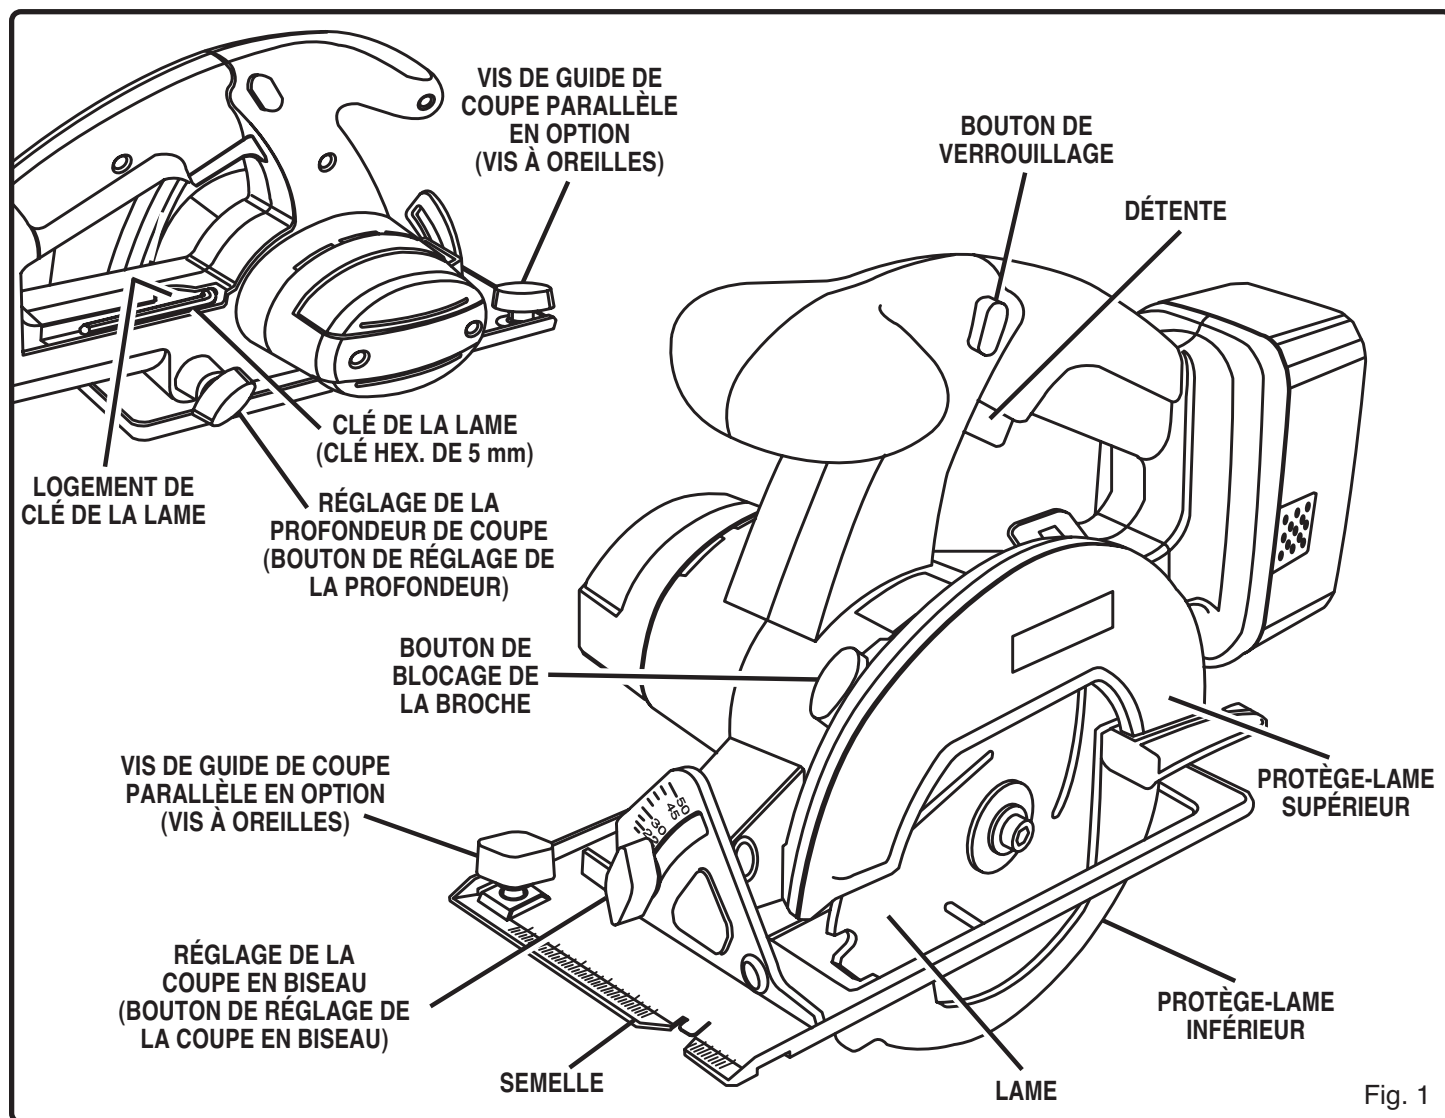

Fig. 1
Voir figure 1.
- Enlevez la clé de la lame (clé hex. de 5 mm) de son logement. Voir figure 1.
- Retirez la clé de la lame de son logement. Voir figure 1.